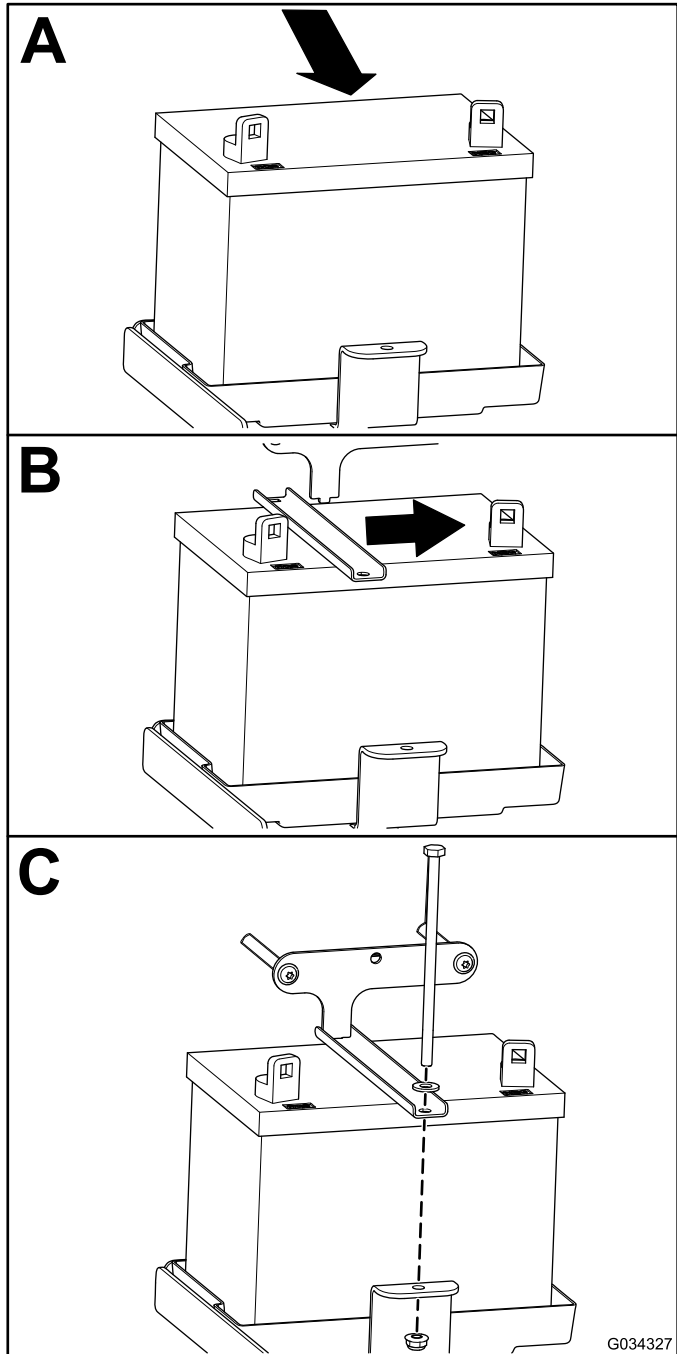

Figura 51
1. Instale la batería, como se muestra en la Figura 51.